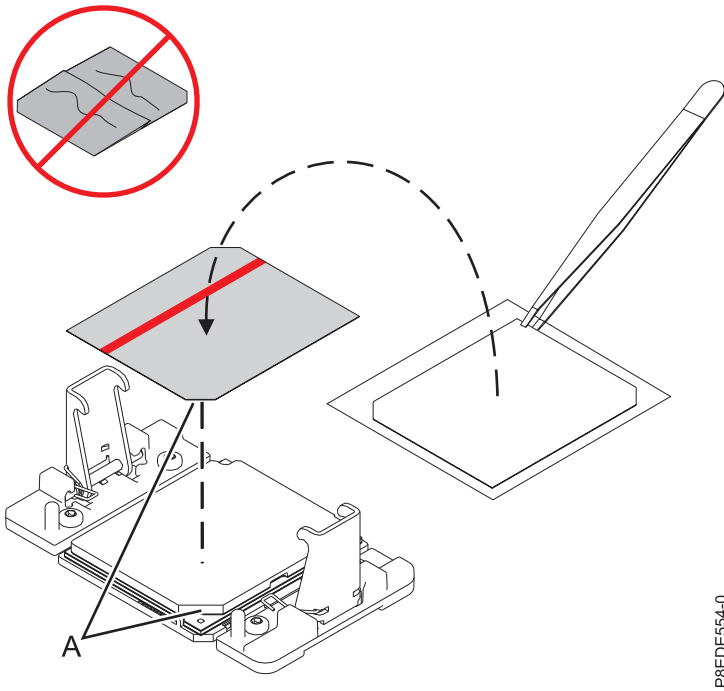

Figura 40. Sustitución del material de interfaz térmica (TIM)
- d. Utilizando las pinzas, extraiga el TIM de la banda de arrastre y céntrelo en el módulo del procesador del sistema con la banda roja hacia arriba. Alinee los bordes biselados del TIM y el módulo del procesador del sistema (**A**), como se muestra en la Figura 40 en la página 40.